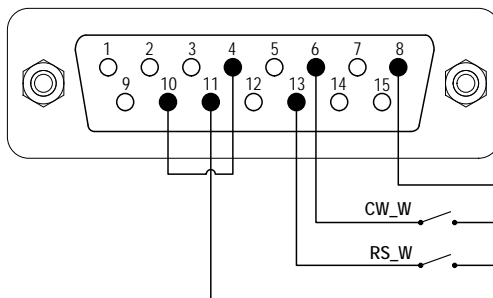
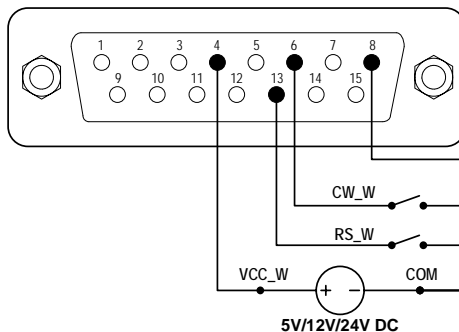

Abbildung 17. Logikpegel 2 Steuerung mit der internen 12V-Stromquelle
Abbildung 18. Logikpegel 2 Steuerung mit einer externen Stromquelle
- 1) Schalten Sie die Stromversorgung aus. Verdrahten Sie den DB15-Stecker wie in Abbildung 17 oder Abbildung 18 und verbinden Sie ihn mit dem DB15-Anschluss auf der Rückseite der Pumpe.